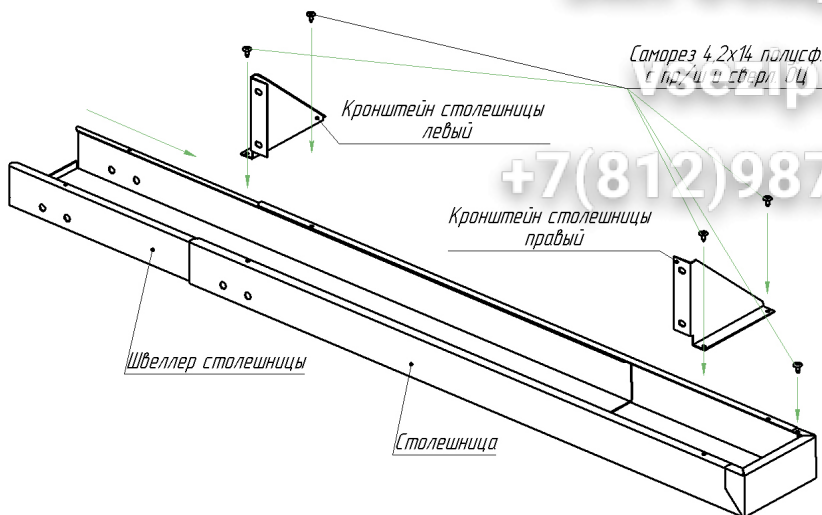

Рис.3
1.5. Собрать боковые столешницы по схеме сборки (п.2.3. Рис.3).
### 2.3. Схема сборки боковых столешниц (рис.3)